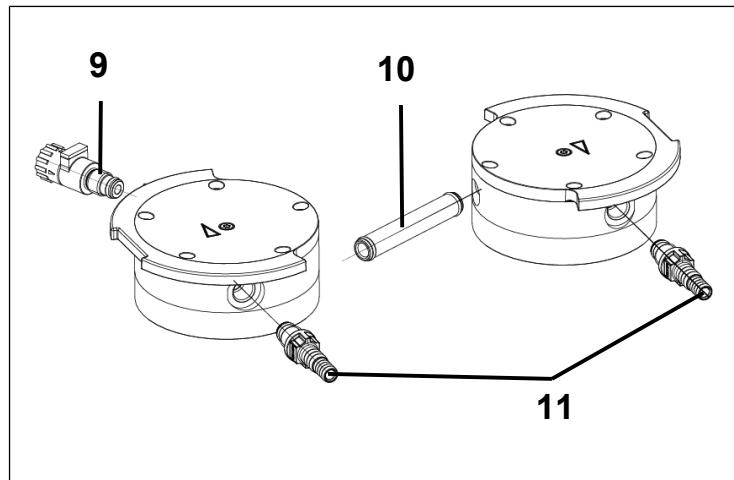

Abb.10: O-Ringe wechseln
2. Ziehen Sie das Verschaltungsrohr (**10**/Abb. 10) aus dem Kopfdeckel (**3**) heraus.
3. Tauschen Sie die beiden O-Ringe am Verschaltungsrohr (**10**/Abb. 10) aus.
6. Schrauben Sie den Gasballast (**9**/Abb. 10) aus dem Kopfdeckel (**3**) heraus.
7. Tauschen Sie den O-Ring am Gasballast (**9**/Abb. 10) aus.
8. Schrauben Sie den Gasballast (**9**/Abb. 10) bis zum Anschlag in den entsprechenden Kopfdeckel (**3**) ein. Drehen Sie ihn anschließend wieder zurück bis die Fläche nach oben orientiert ausgerichtet ist.
9. Schrauben Sie die Schlauchanschlüsse (**11**/Abb. 10) mit dem mitgelieferten Werkzeug aus dem Kopfdeckel (**3**) heraus.
10. Tauschen Sie die O-Ringe an den Schlauchanschlüssen (**11**/Abb. 10) aus.
11. Schrauben Sie die Schlauchanschlüsse (**11**/Abb. 10) mit dem mitgelieferten Werkzeug in den Kopfdeckel (**3**) handfest ein.
7. Stecken Sie das Verschaltungsrohr (**10**/Abb. 10) in die Kopfdeckel (**3**).